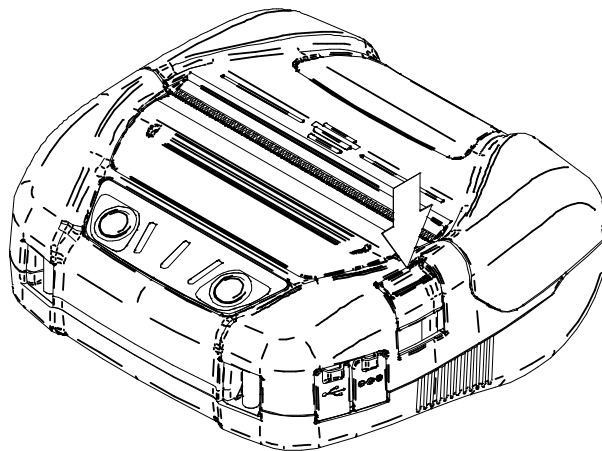

Figura 9-1 Botón de apertura de la cubierta del papel
- (1) Presione el botón de apertura de la cubierta del papel en la dirección que marca la flecha tal como se muestra en la Figura 9-1 y abra la cubierta del papel.